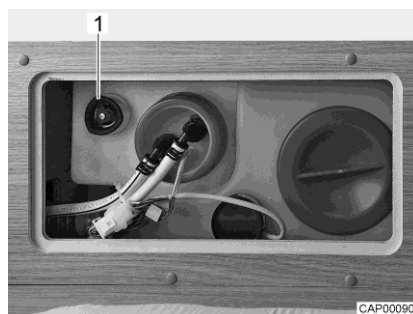

Fig. 63 Serbatoio dell'acqua con maniglia girevole
- Sul serbatoio dell'acqua, ruotare la maniglia girevole (Fig. 63,1) in senso orario fino all'arresto.
- Sul serbatoio dell'acqua, ruotare la maniglia girevole (Fig. 63,1) in senso antiorario fino all'arresto. L'acqua fuoriesce fino a ca. 20 litri.